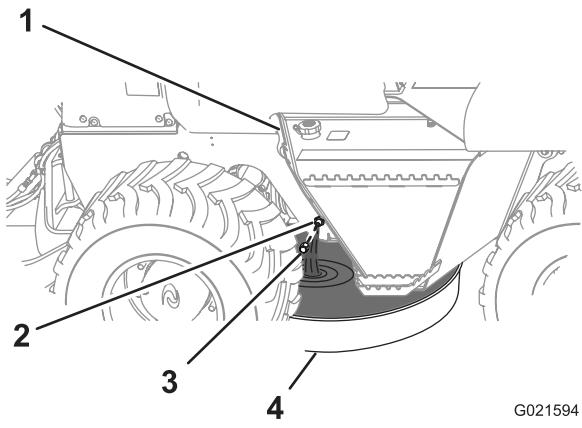

Figure 43
3. Placez un bac de vidange d'une capacité minimum de 8,4 l (8,9 pte) sous l'orifice de vidange d'huile moteur (Figure 43).
4. Retirez le bouchon de l'orifice de vidange et laissez couler l'intégralité de l'huile moteur (Figure 43).
6. Remettez le bouchon de vidange sur l'orifice de vidange (Figure 43).
1. Retirez le bouchon du goulot de remplissage d'huile moteur en le tirant vers le haut (Figure 43).